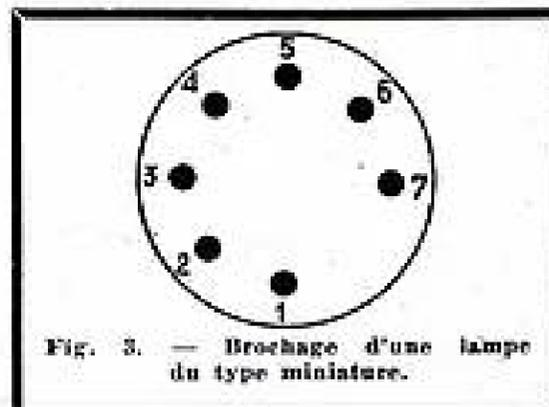

Fig. 3. — Brochage d'une lampe du type miniature.
2. — Branchement des filaments. — Il y a un sens à observer dans le branchement des filaments des lampes 1R5, 1T4 et 1R5. Ce sens est indiqué par les chiffres 1 et 7 sur le schéma général, ces chiffres correspondant aux broches 1 et 7 du culot miniature (fig. 3).